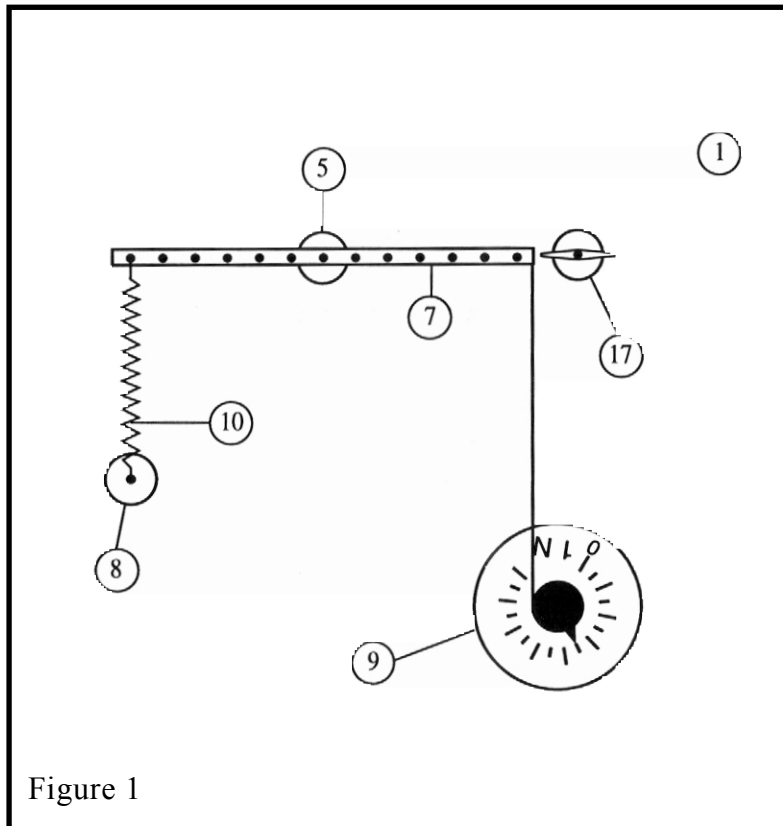

Figure 1
1) Je fixe la barre AB en son milieu O sur l'axe sur aimant de telle sorte que le ressort exerce sur l'extrémité de A de la barre une force perpendiculaire à celle-ci, dirigée vers le bas et d'intensité 0,5 N (intensité indiquée par le dynamomètre : voir fig. 1)